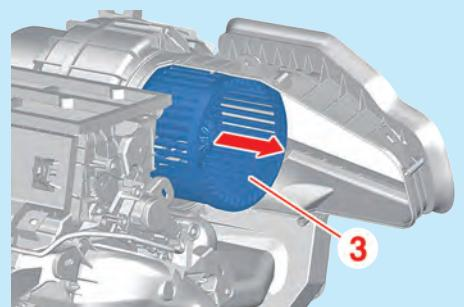

Fig.3
- Déposer le motoventilateur (3) (Fig.3).